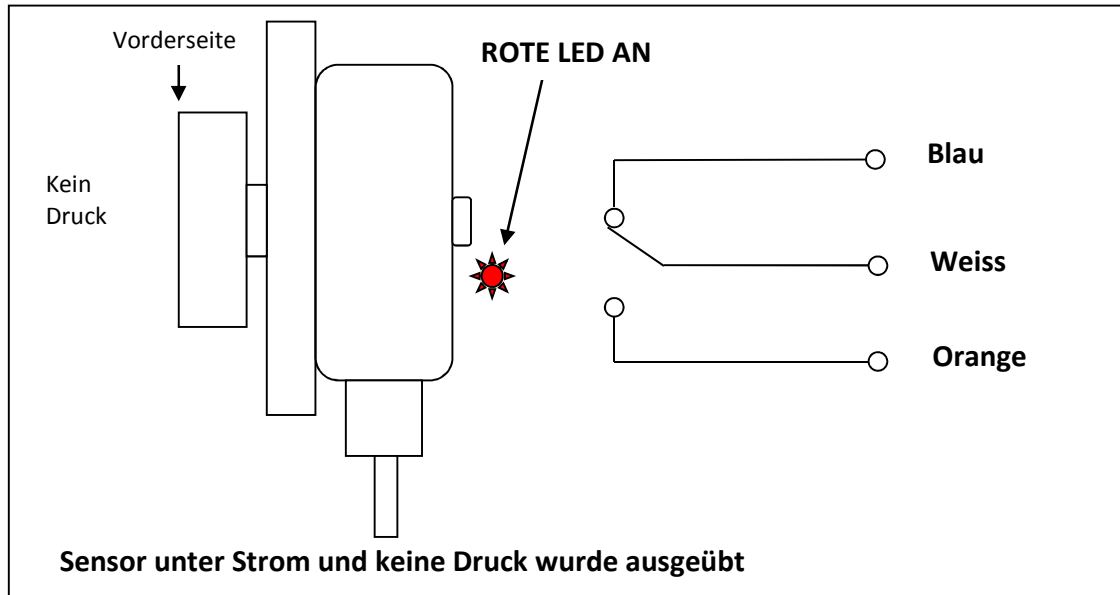
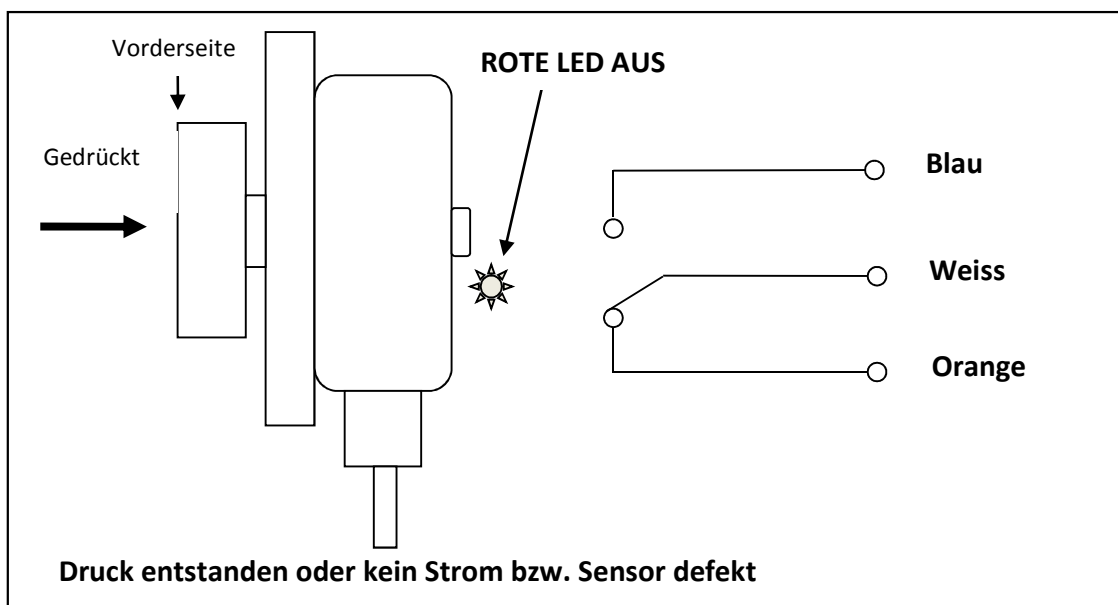

Abbildung 3 - TouchSwitch im Normalzustand
Abbildung 4 - TouchSwitch im Alarmzustand
Es handelt sich um einen elektrischen Endschalter. Der Sensor reagiert auf Druck auf die Vorderseite. Wenn der Druck größer als 3,6 kg ist, dann schaltet das Relais auf Alarmzustand (siehe Abbildung 4). Wenn der Sensor korrekt arbeitet und unter Strom steht und kein Druck auf der Vorderseite besteht, dann ist das Relais aktiviert und der Zustand wird rot auf der LED angezeigt (siehe Abbildung 3).
- 1) Schauen Sie zunächst nach, ob die rote LED leuchtet (siehe Abbildung 3) und dass der Gurt oder die Trommel nicht den Sensor berühren.
- 3) Prüfen Sie nun, ob die Alarmer und Abschaltungen, des ganzen Systems, erwartungsgemäß funktionieren (siehe Abbildung 4).